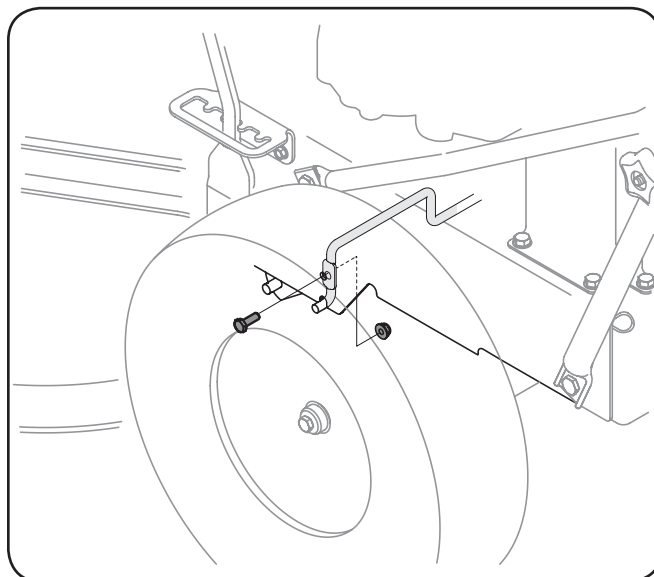

Figure 7-2
5. Extraiga el tornillo y la tuerca de brida que sujeta la varilla del guardacorrea al lado izquierdo del bastidor de la cortadora. Vea Figure 7-2.
3. Retire el guardacorrea como se ha indicado antes en esta sección. Consulte Figure 7-2.